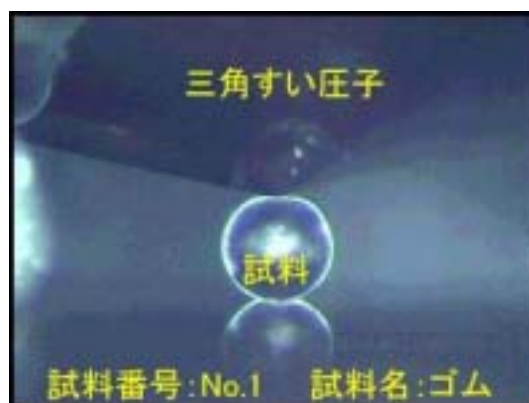

図4 「ゴム粒子の硬さ試験中」画像
4) 三角すい圧子を用いてゴム粒子の試験中画像を図4に示します。サイド観察することにより正常に試験できていることが確認出来ます。